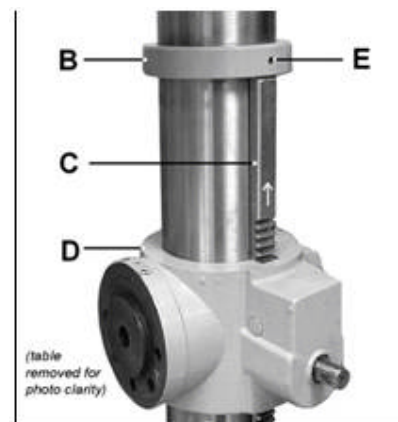

Fig 2
Retirer la bague de réglage (B, Fig 2) et la crémaillère (C) de la colonne.